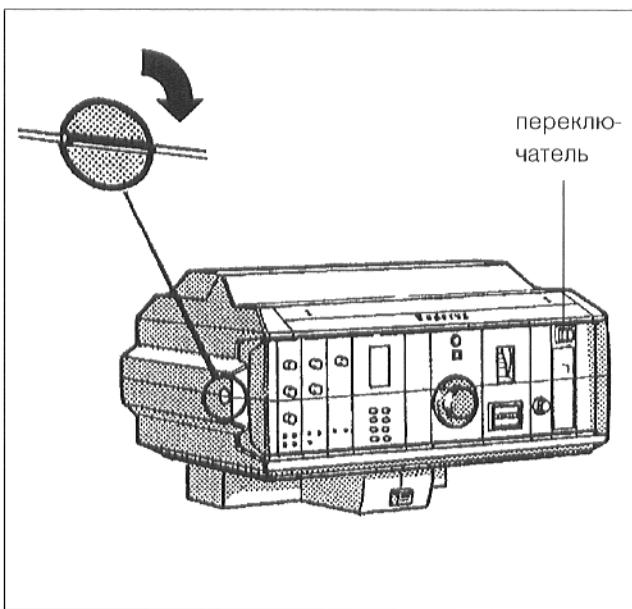
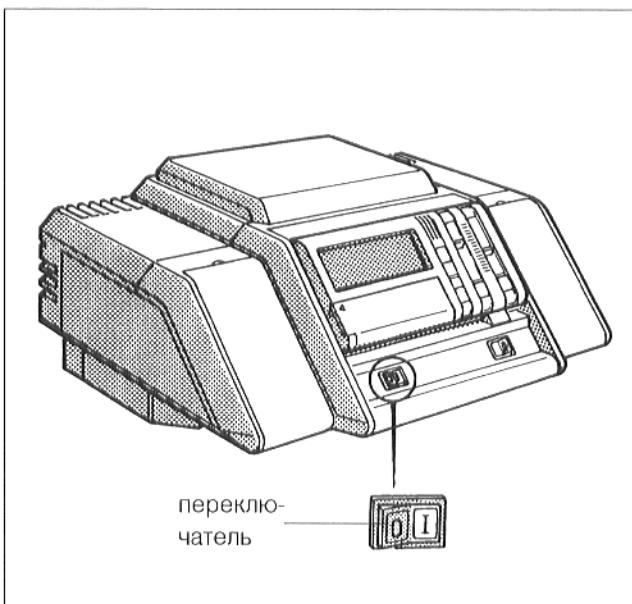

Рис. 35 HS 3220
Рис. 36 HS 4201
Установить шлиц винта прозрачного покрытия регулятора (рис. 35) в горизонтальное положение, например, при помощи монеты. Снять прозрачное покрытие в направлении вперед.
- Установить переключатель режима работы у регулятора (рис. 35 и рис. 36) в поз. 0 (ВЫКЛ.).